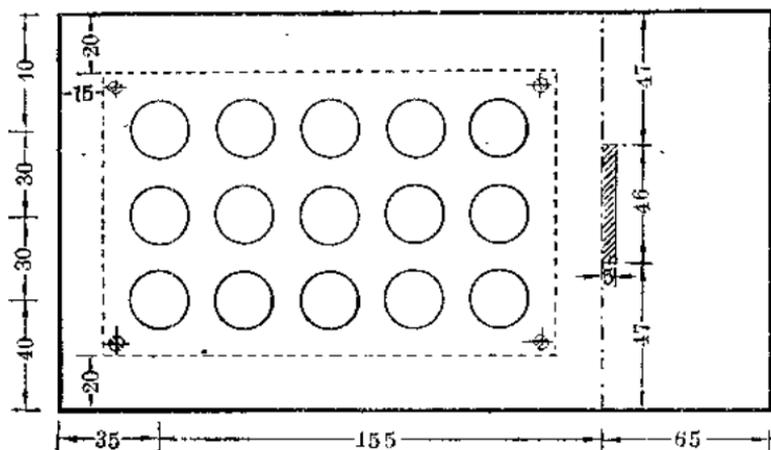
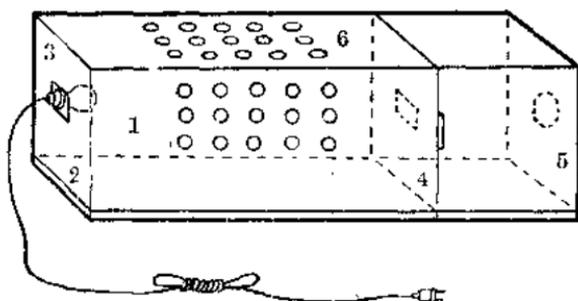

图 1
图 5
i. 机壳侧板 按图1标的尺寸在两块机壳侧板上各画出“+”记号，作为中心，钻 $\phi 20$ 毫米的散热孔。并且在离板左边190毫米处各画一条点划线作为安装片框隔板线。在此线前部按图标出的位置各挖出一个46×5(毫米)2的插片孔。
ii. 机壳顶板 在机壳顶板上也按图1、图5画出钻孔点并钻 $\phi 20$ 毫米的孔即成。
米)3的木块，用小钉分别去固定在图 1 所示的机壳侧板和顶板上的虚线位置上。
vii. 装配 按照幻灯箱的全貌(图5),用小钉把灯座框板、片框隔板和放映镜孔板分别固定在机壳侧板上,然后再钉上底板;在灯座框板上装上灯座,接上电线及插头,盖上顶板即成为幻灯箱。再在镜孔中插入带透镜的镜筒即成小幻灯箱。